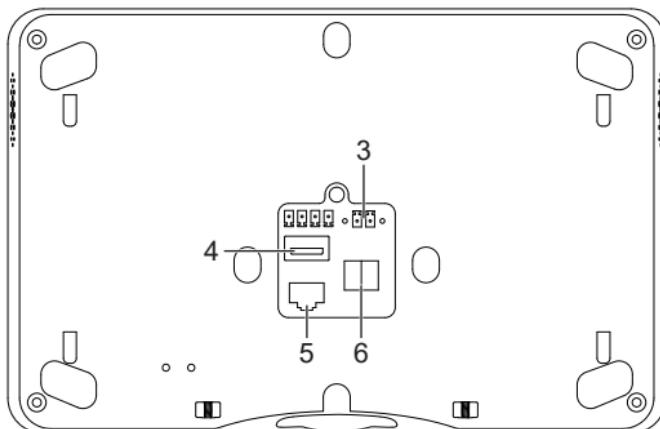

Fig. 3: Conexión
- Conectar la alimentación (3) y KNX (6). (fig. 3)
- Opcionalmente, conectar LAN (5).